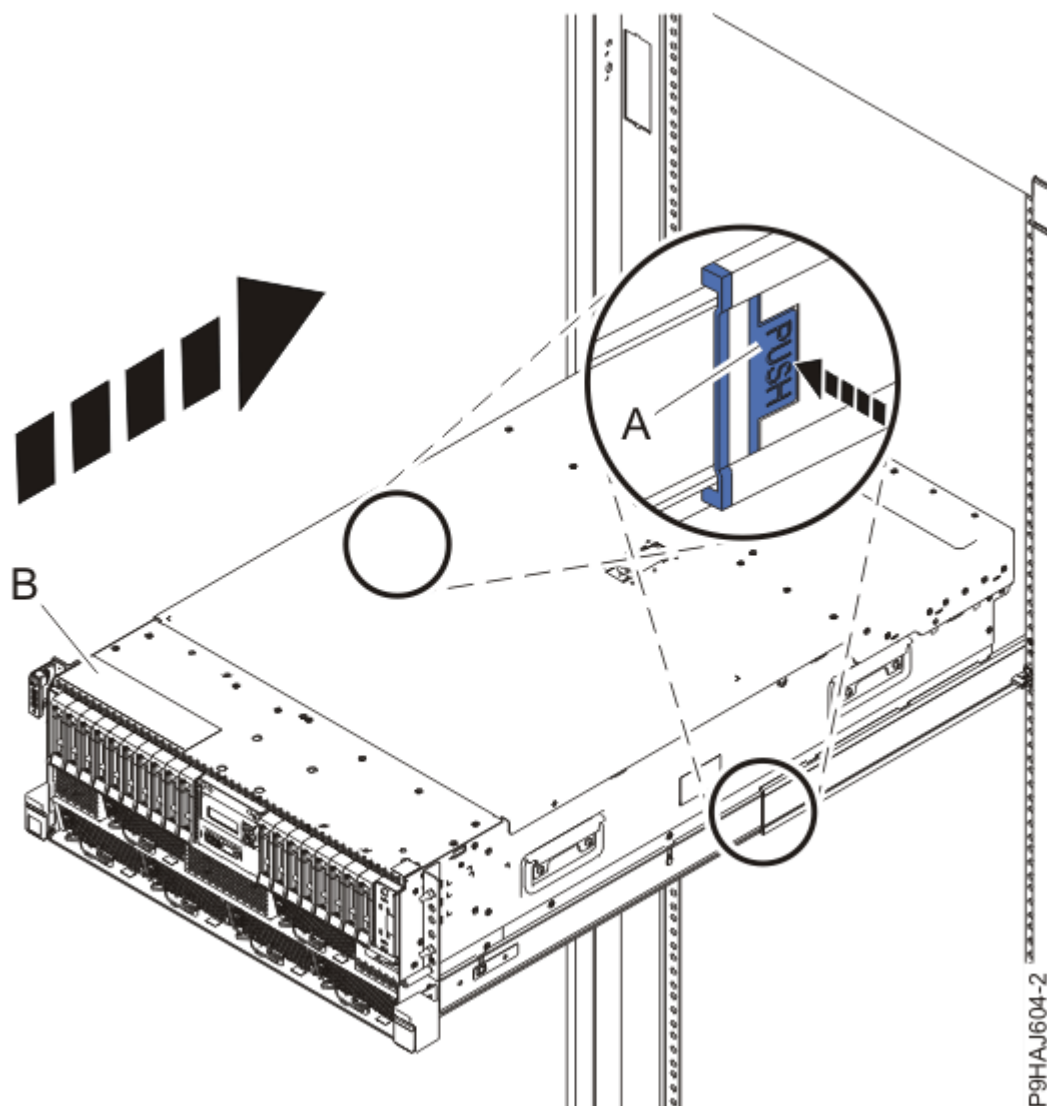

図 36. システムの操作位置への設置
3. ラック・マウント型システムの場合、青色のレール安全ラッチ **(A)** を、37 ページの図 36 に示されているように内側に押してアンロックします。